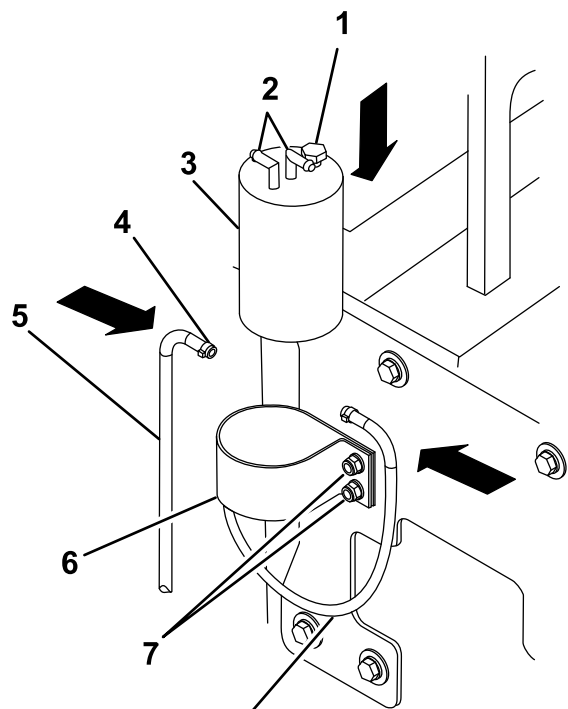

Figure 65
1. Retirez le bouchon à tête hexagonale sur le filtre à carburant/séparateur d'eau de rechange (Figure 65).
5. Placez la cartouche de rechange dans la sangle en dirigeant le bouchon à tête hexagonale vers l'écran pare-chaleur (Figure 65).
6. Serrez les écrous qui fixent la cartouche et la sangle à l'écran pare-chaleur (Figure 65).
7. Transférez les flexibles et les colliers, l'un après l'autre, de l'ancienne à la nouvelle cartouche de filtre/séparateur. Poussez les flexibles sur les raccords de la cartouche de filtre/séparateur neuve (Figure 65).